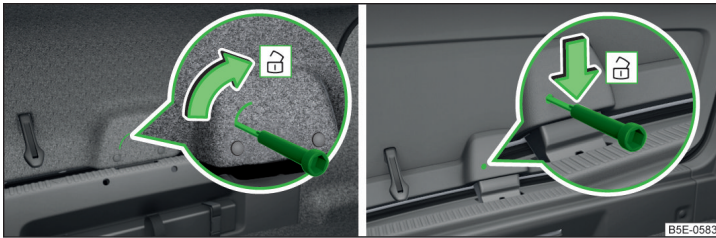

Abb. 223 Klappe entriegeln: Variante 1 / Variante 2
- In die Aussparung bzw. Öffnung in der Klappenverkleidung » Abb. 223 einen Schraubendreher oder ein ähnliches Werkzeug bis zum Anschlag einführen.